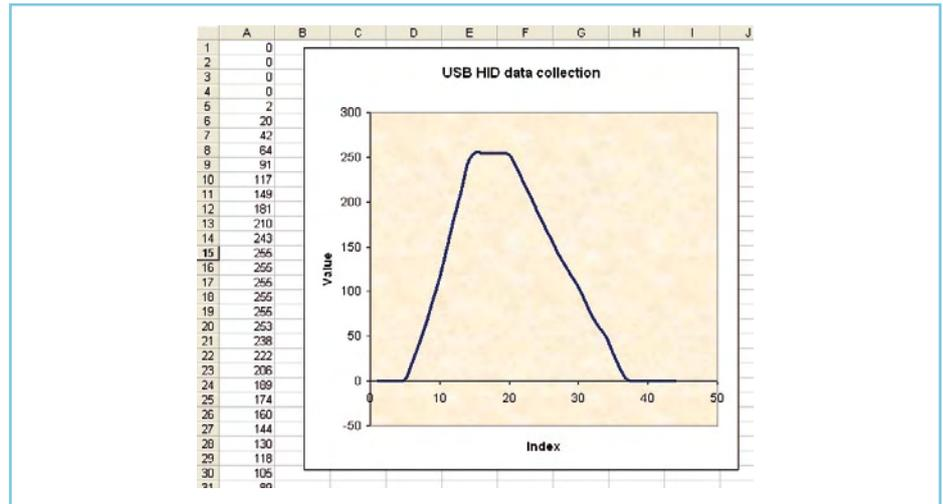

Bild 4. Beispiel von übertragenen Daten, die zu einer Grafik verarbeitet wurden.
5. Die empfangenen Daten können nun betrachtet, gesichert oder zu einer aussagefähigen Grafik weiterverarbeitet werden (siehe **Bild 4**).